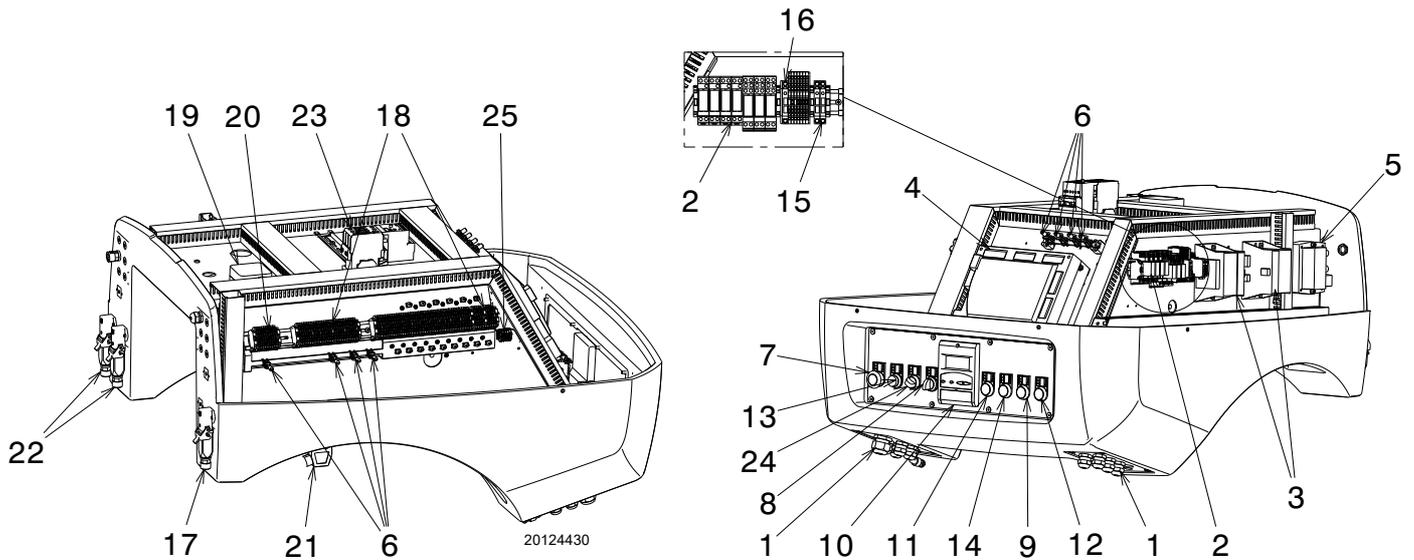

Abb. 5
- **Störabschaltung des Gerätes:** Das Aufleuchten der **(roten Led)** der Taste 13) (Abb. 5) weist auf eine Störabschaltung des Brenners hin. Zum Entsperren die Taste 13) (Abb. 5) drücken oder das Display verwenden.